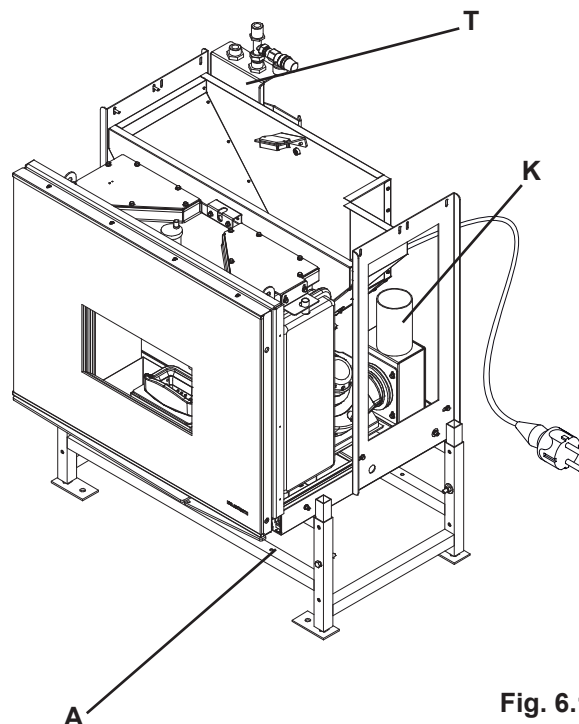
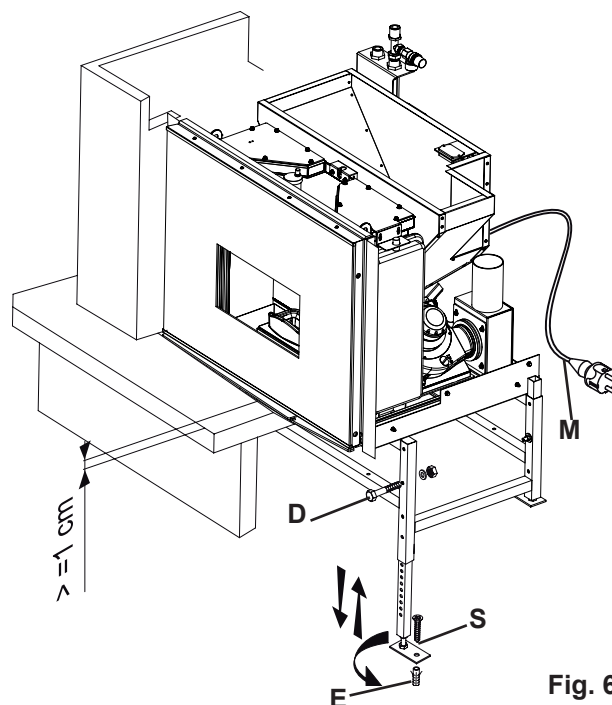

Fig. 6.1
Fig. 6.2
Le châssis d'extraction est composé de (Fig. 6.1):
Installation (Fig. 6.1, Fig. 6.2):
4. Fixer les pieds (S) du soubassement à l'aide de solides chevilles expansibles en acier Ø 8 mm (E);
5. Relier le collecteur de sortie (K) au conduit de sortie des fumées;
7. Prévoir l'arrivée de la ligne électrique à l'arrière du poêle (M);
Le support des tuyaux d'eau flexibles (T) est placée dans le côté arrière gauche du poêle (Fig. 6.1).